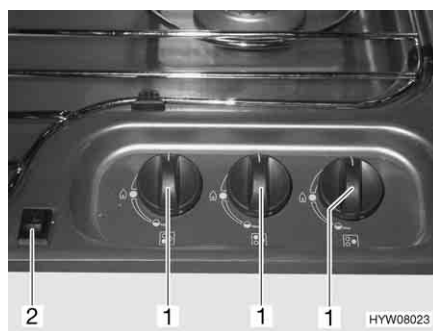

Fig. 72 Elementi di comando del fornello a gas
- Ruotare il pomello girevole (Fig. 72,1) dell'impianti a fiamma libera desiderato in posizione accesa (fiamma alta).
- Premere l'interruttore a bilico (Fig. 72,2). Sul bruciatore vengono prodotte scintille.